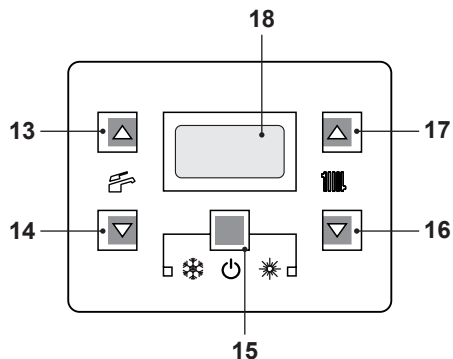
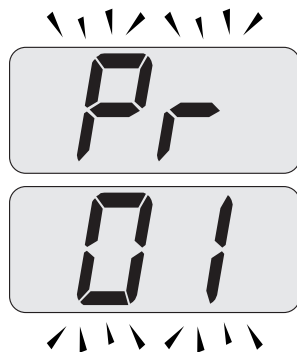

Figura 9.16
Figura 9.17
- Entrare in "modalità programmazione" premendo contemporaneamente per 10 secondi i tasti 15 - 16 - 17 (Figura 9.16) fino a far apparire sul display LCD le lettere **Pr** che si alternano con il codice **01**, indicanti l'entrata nel "parametro 01" (Figura 9.17).
- Premere contemporaneamente i tasti 16 e 17 (Figura 9.16) fino a far apparire sul display LCD le lettere **LP** che si alternano con il valore di temperatura dell'acqua di riscaldamento (es. **45**), indicanti l'entrata nell'attivazione della "funzione spazzacamino" alla potenza minima in sanitario (Figura 9.18).
- Premendo il tasto 17 (Figura 9.16) è possibile variare la potenza in modalità spazzacamino: con visualizzazione sul display LCD delle lettere **hP** che si alternano con il valore di temperatura dell'acqua di riscaldamento (es. **32**), siamo in "funzione spazzacamino" alla potenza minima in riscaldamento (Figura 9.19).
- Ripremendo contemporaneamente per 10 secondi i tasti 15 - 16 - 17 (Figura 9.16) si esce dalla "modalità spazzacamino" e si ritorna allo stato di caldaia precedentemente impostato (Figura 9.22).